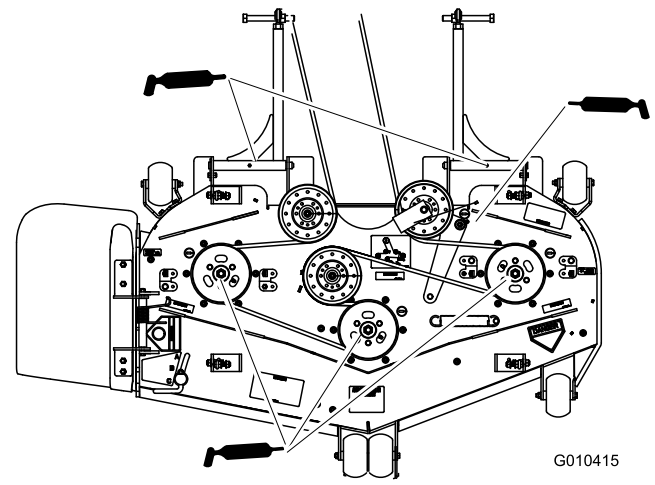

Figure 35
4. Lubrifiez les roulements des trois axes sous les poulies jusqu'à ce que la graisse sorte par les joints inférieurs (Figure 35).
5. Graissez le bras de la poulie de tension sur le plateau de coupe (Figure 35).
6. Lubrifiez les graisseurs des bras de poussée (Figure 35).